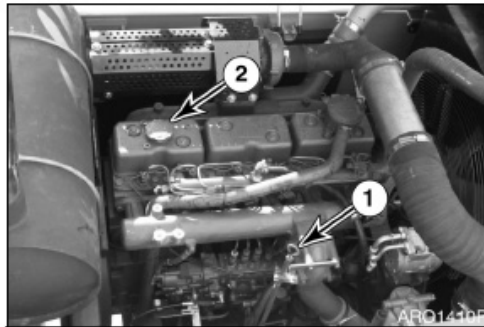

Figura 11
2. Retire la varilla de nivel (1, Figura 11) y quítele el aceite con un paño limpio.
5. Agregue aceite a través del tapón de llenado de aceite del motor (2, Figura 11), si el nivel de aceite está por debajo de la marca "LOW".